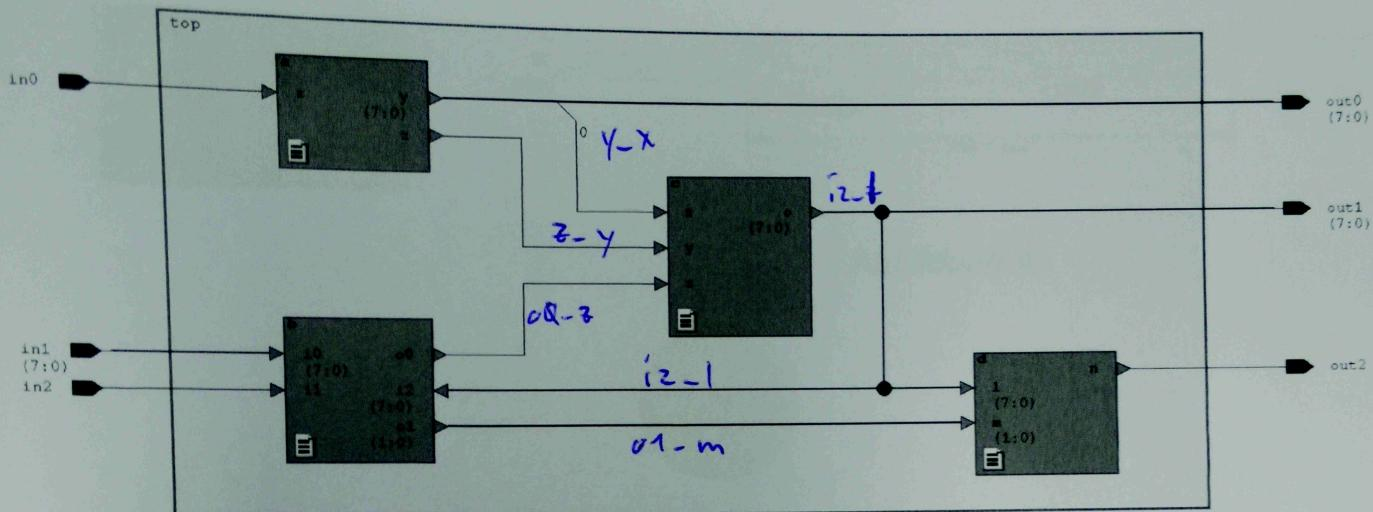

Abbildung 3
- 4) Implementieren Sie folgendes Blockdiagramm in VHDL (Abbildung 3). Die Entity von "top" sowie die Komponenten "a" bis "d" sind im importierten Projekt vorhanden: